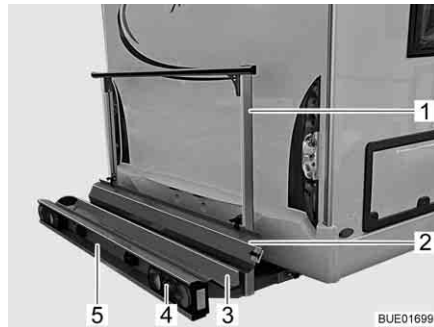
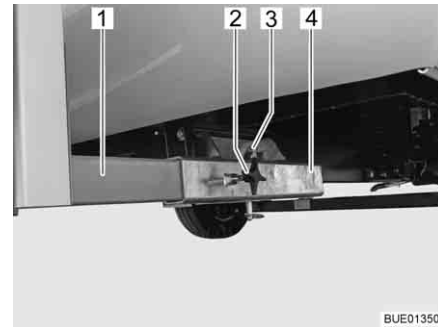

Fig. 4 Porte-charges
Fig. 5 Fixation sur le véhicule
Le porte-charges (Fig. 4) permet de transporter une moto ou un scooter d'un poids allant jusqu'à 130 kg.
- Réceptacle (Fig. 4,3) et étrier de fixation (Fig. 4,1) avec fixation sur le véhicule (Fig. 5)
- Feux arrières (Fig. 4,4)
- Éclairage plaque minéralogique (Fig. 4,5)
- Rail d'accès (Fig. 4,2)
Les deux longerons (Fig. 5,1) du porte-charges sont fixés avec des vis à garret (Fig. 5,2) sur les réceptions quatre pans (Fig. 5,4) situées sur le plancher du véhicule. Le porte-charges est bloqué par un boulon (Fig. 5,3) avec circlip.